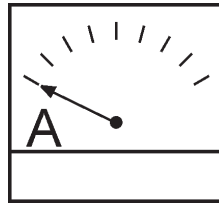

Figure 47. Ampèremètre (Pas de Charge)
9. L'ampèremètre (Figure 47) indique **zéro amp** lorsque aucune charge n'est appliquée. En cas d'application de charge, l'ampèremètre affiche l'intensité de courant que la charge tire du générateur.